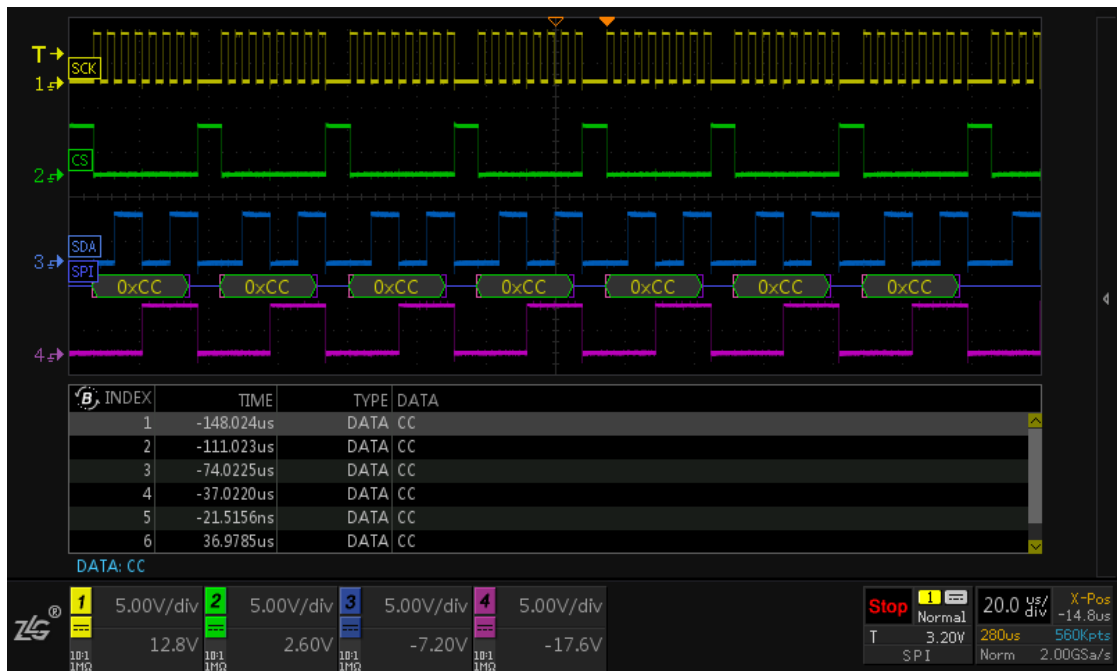

图 2.3 SPI 解码
- 点击示波器面板上【Decode】键，进入解码界面，如图 2.3 所示；